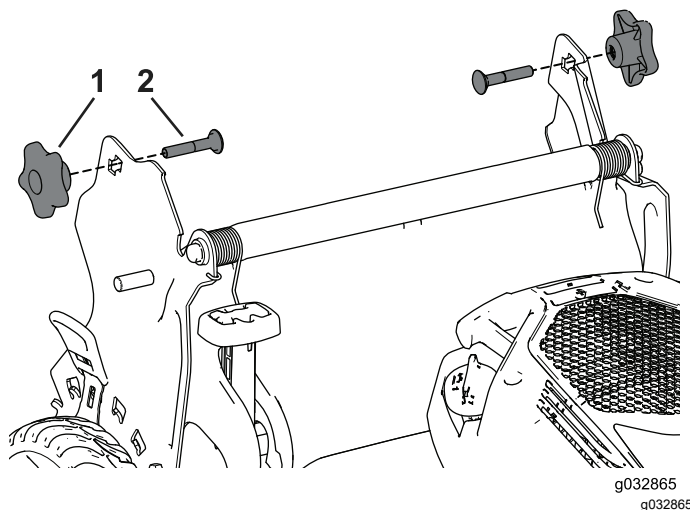

Figura 24
3. Inserite il bullone a testa tonda (con la testa del bullone rivolta verso l'interno) attraverso la staffa della stegola e il foro superiore nell'estremità della stegola. Assicuratevi che i bordi quadrati di ciascun bullone a testa tonda si inseriscano nel foro quadrato superiore o inferiore nella relativa staffa della stegola (Figura 24).